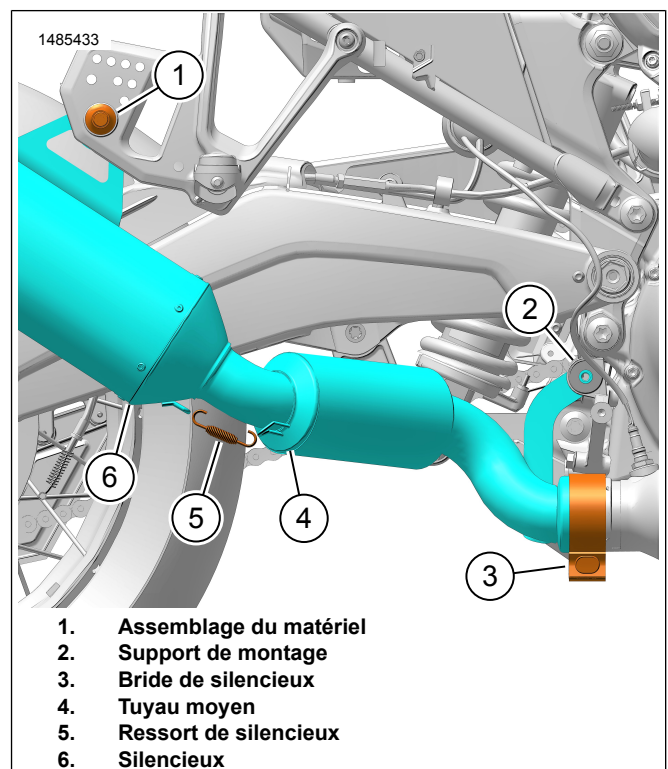

Figure 4. Ensemble de silencieux Screamin' Eagle
1. Figure 4 Installer le tuyau médian (4) sur le silencieux (6).
2. Installer le ressort de silencieux (5) sur les onglets de fixation du tuyau médian et du silencieux.
3. Installer la **nouvelle** bride de silencieux (3) sur le tuyau médian (4).